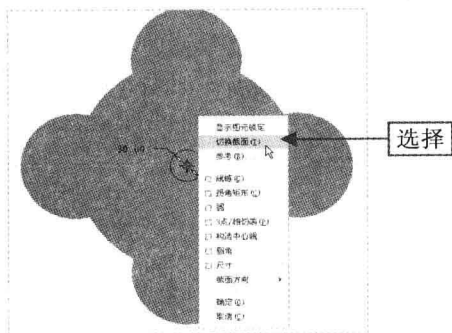

图 8-63 选择“切换截面”命令
Step 07 在绘图区任意位置单击鼠标右键，在弹出的快捷菜单中选择“切换截面”命令，如图 8-63 所示。